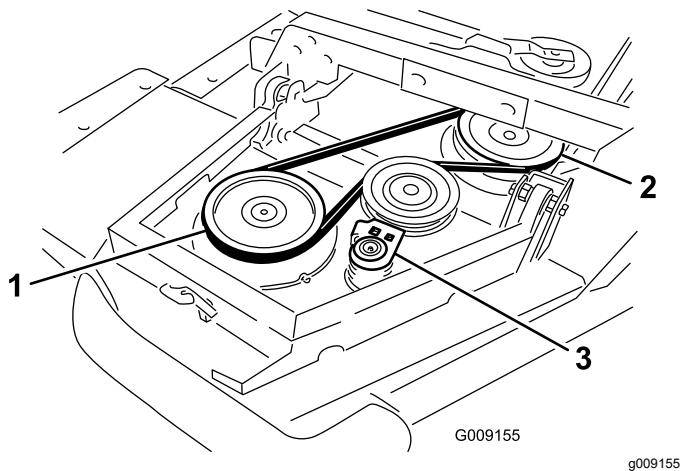

Figure 5
- Commencez par chauffer la courroie autour de la poulie d'axe de l'ailette et de la poulie d'axe du tablier avant (Figure 5).
- B. À l'aide d'une clé à cliquet ou d'un outil similaire, éloignez la poulie de tension des autres poulies (Figure 5).